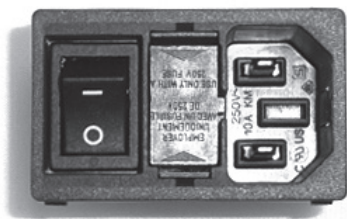

Fig. 1
- Allentare con l'apposito utensile la chiusura del portafusibili (8) tra l'interruttore di rete (7) e la spina (6) (Fig. 1).